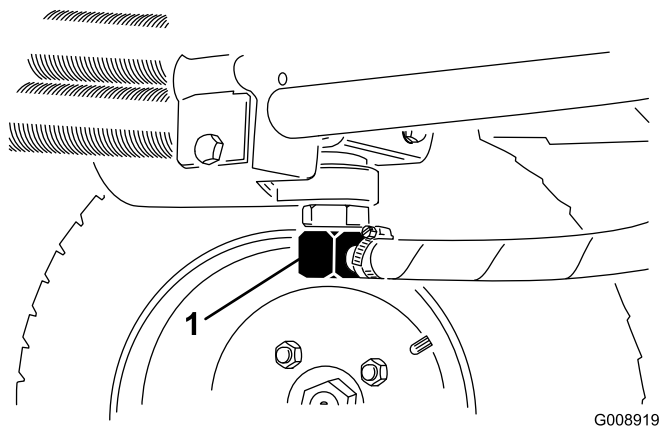
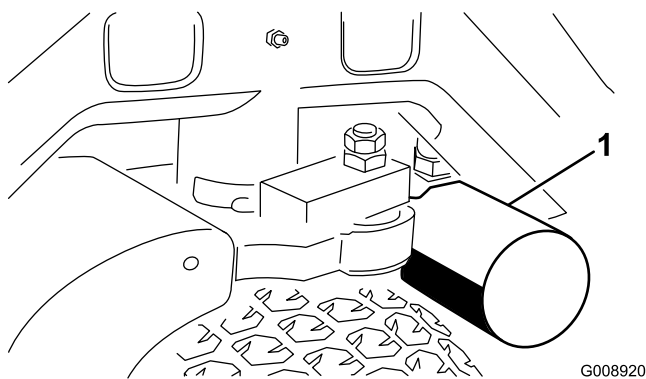

Figura 72
Figura 73
2. Scollegate il tubo idraulico (Figura 72) o togliete il filtro idraulico (Figura 73) e lasciate defluire il fluido idraulico in una bacinella.
4. Collocate una bacinella di spurgo sotto il filtro (Figura 73), e togliete il filtro.